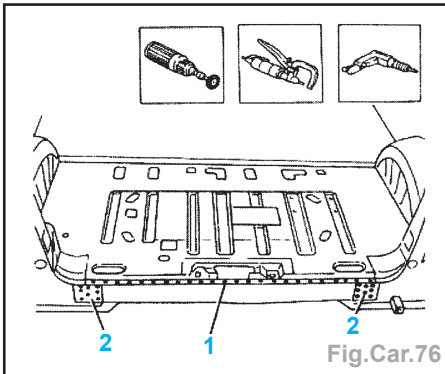

Fig.Car.76
- Opérations identiques à la jupe AR partielles (Fig.Car.76 et 77).